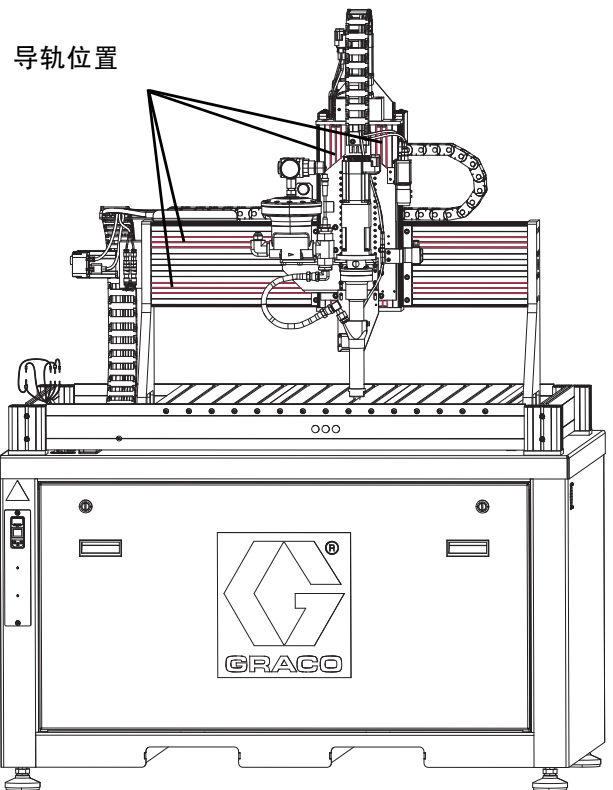

图 14: 橡胶防护罩和导轨位置
2. 将橡胶防护罩分开放置在四个位置的每个位置，并将油刷到导轨上。见图 14。